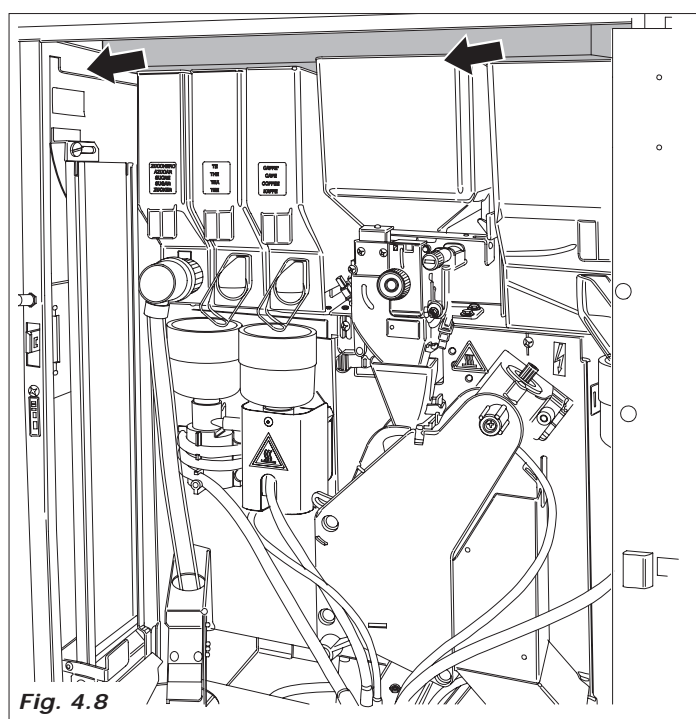

Fig. 4.8
- quitar el porespán que bloquea los contenedores de producto (Fig. 4.8)